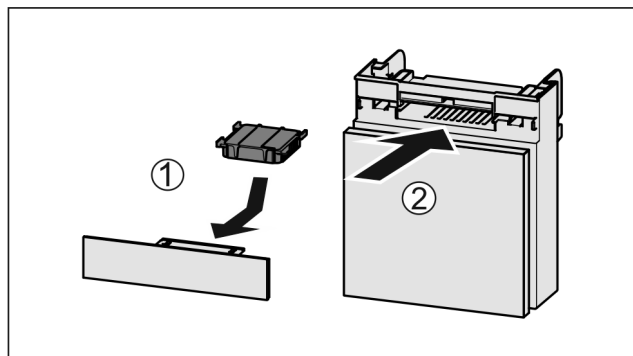

Fig. 81
- ▶ Filtr s aktivním uhlím vložte podle vyobrazení Fig. 81 (1).
- ▶ Zásuvku zasuněte Fig. 81 (2).